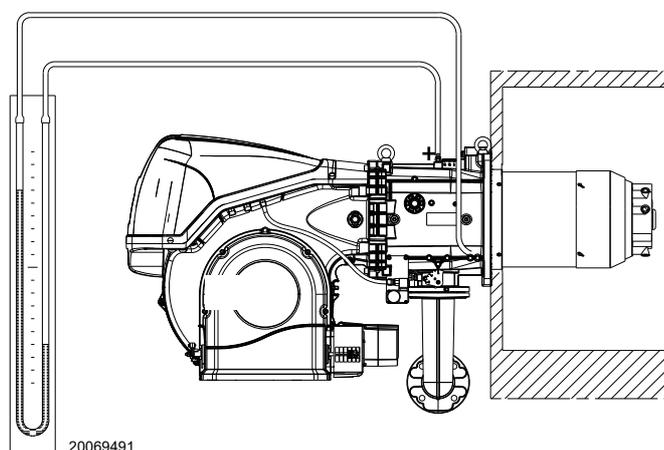

Fig. 28
- Monter un manomètre en U ou un manomètre de type différentiel (Fig. 28), avec la prise (+) sur la pression de gaz du manchon et (-) dans la chambre de combustion.